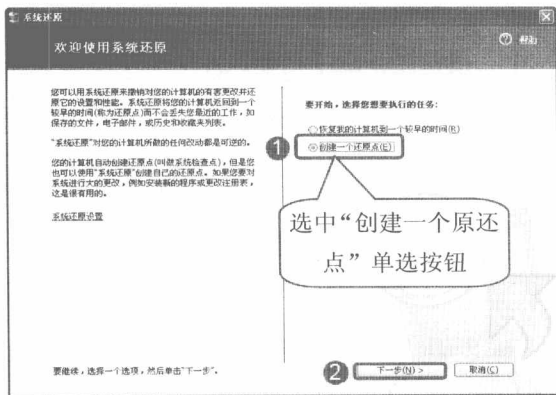

图 10-1 选中“创建一个还原点”单选按钮
步骤① 单击“开始”|“所有程序”|“附件”|“系统工具”|“系统还原”命令,打开“系统还原”对话框,选中“创建一个还原点”单选按钮,如图 10-1 所示。